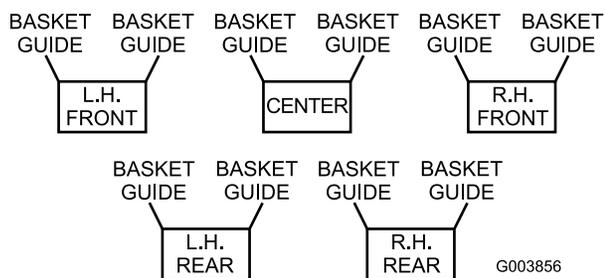
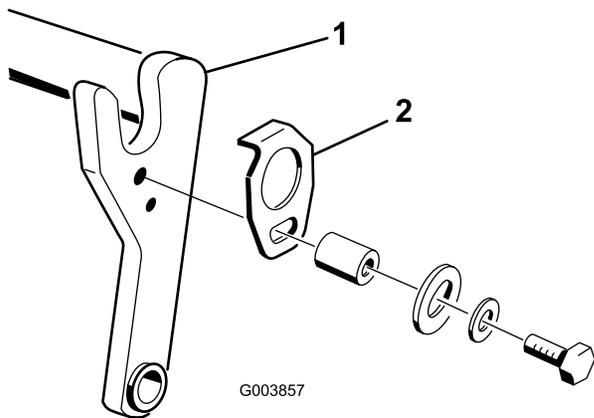
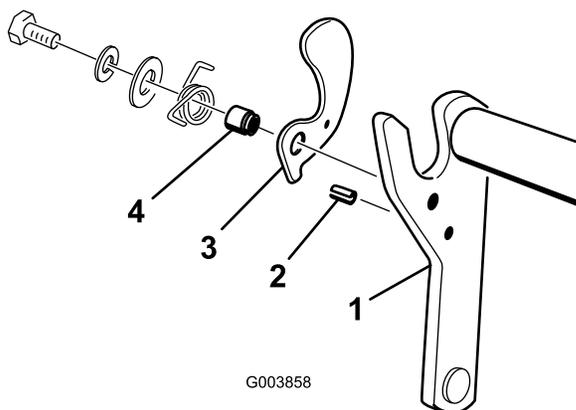

図 6
図 7
図 8
2. 集草箱を使用する場合は、以下の表 (図 6) を参考に集草箱用のガイドの取り付け場所を確認する。集草箱を使用しない場合は、手順4へ進む。
3. バスケット・ガイド (図 7) をキャリアフレーム (図 8) に取り付ける; 先ほど取り外した 5/16 x 1-3/4 in ボルト、平ワッシャおよびロック・ワッシャを使用する (図 7)。
4. ロールピン (図 8) を、各カッティングユニットのキャリアフレーム (図 6) の片側に取り付ける。